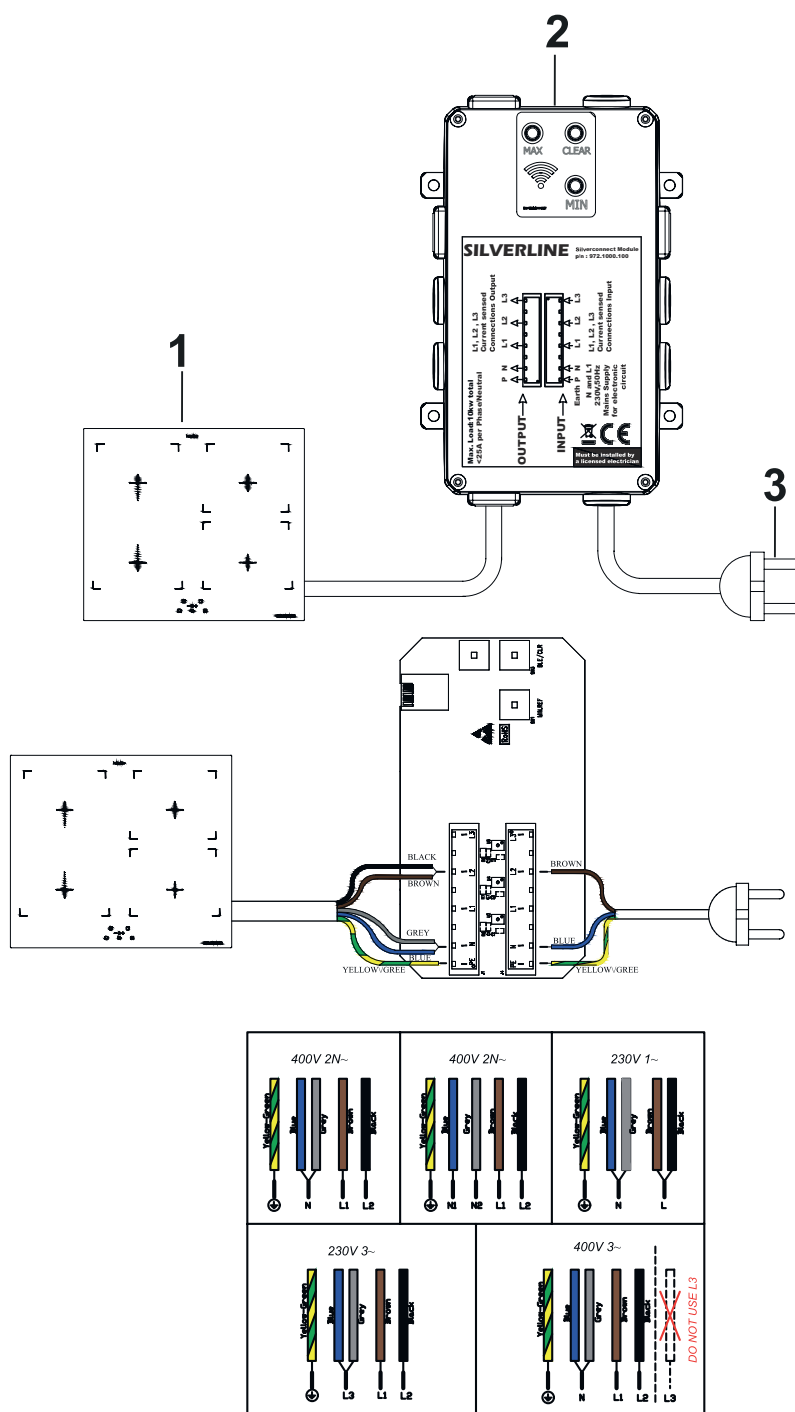

Fig. 34: Forbindelse af kogeplade og silverconnect
- ⇒ Der skal nu være blå lys ved alle 3 knapper på silverconnect. (Fig. 34/ nr.2)
4. ➔ Tryk nu igen på knappen "clear" i 3 sekunder og slip herefter. Nu skulle de blå lys, lyse konstant. (Fig. 34)
8. GENKENDELSE AF MIN. NIVEAU: Sørg for at zonerne er slukket på kogepladen og at den er på standby. Vent nu 7 sekunder og tryk og hold herefter på "min" knappen på silverconnect i 2 sekunder (Fig. 34) og vent nu i 7 sekunder igen. I medens vil de blå lys blinke en gang. Når lysene har blinket en gang, er min. niveau godkendt.
9. GENKENDELSE AF MAKS. NIVEAU Sørg for at alle zoner er tændt på kogepladen og at der er fuld styrke på alle zoner. Vent nu 7 sekunder og tryk og hold herefter på "max" knappen på silverconnect i 2 sekunder (Fig. 34) og vent nu i 7 sekunder igen. I medens vil de blå lys blinke en gang. Når lysene har blinket en gang, er min. niveau godkendt.